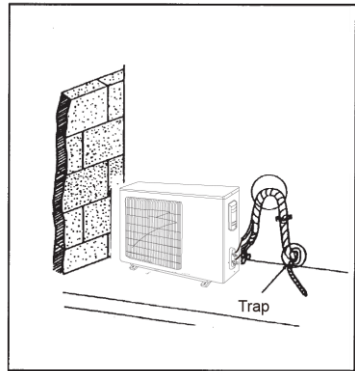

Рис. 16
- 2). Усі труби повинні бути зв'язані та склеєні разом, а також повинні бути зафіксовані, щоб запобігти поверненню води в кімнату (див. рис. 16)